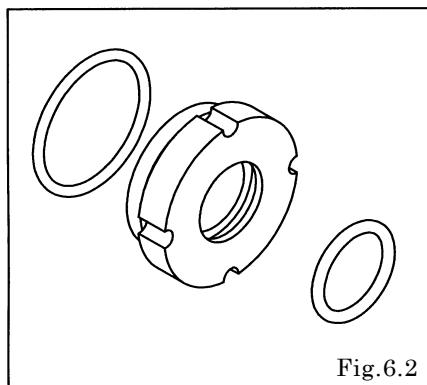

Fig.6.2
- ・スロートベアリングから O リングを取り外す。〔Fig.6.2〕